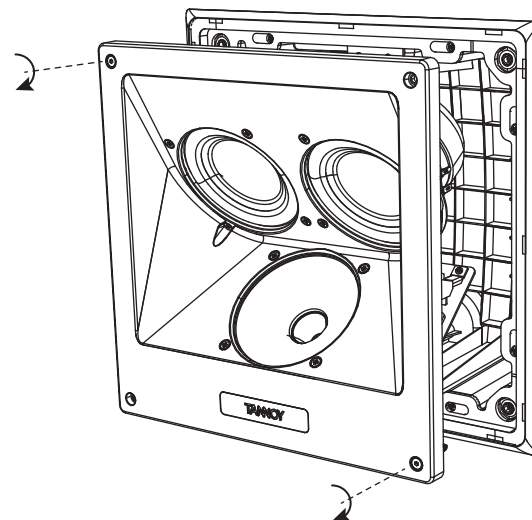

Fig. 20. Install the loudspeaker
3. Zamontuj głośnik w tylnej puszcze i zabezpiecz go śrubami (rys. 20).